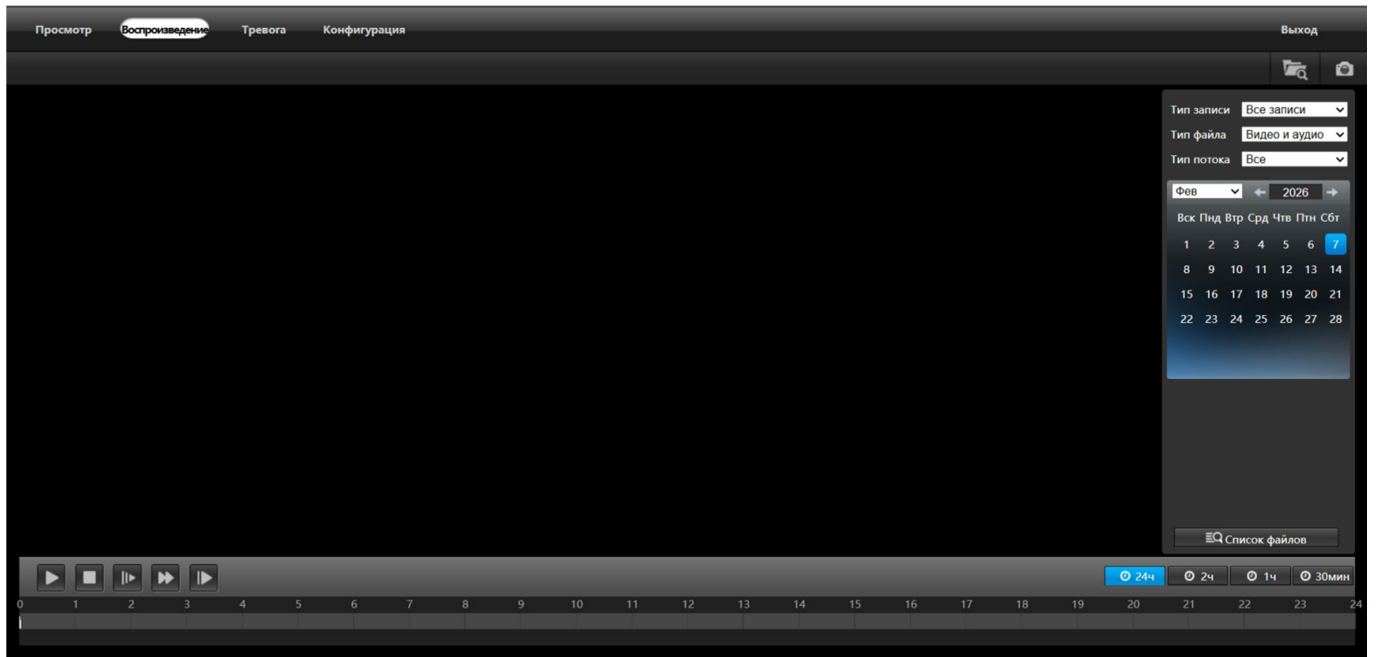

Рис. 3.3.1 — Окно воспроизведения записей со встроенного носителя.
3.3. Окно воспроизведения записей со встроенного носителя (рис. 3.3.1).